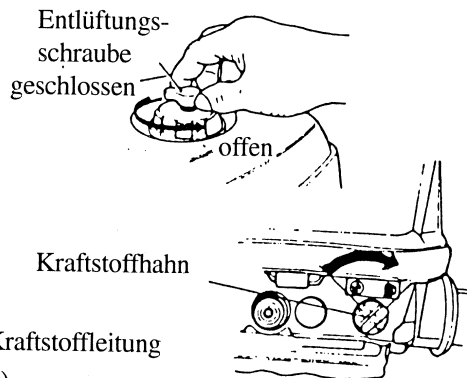

Abb.7:
- 1) M5B (mit Integraltank) : Öffnen Sie die Entlüftungsschraube am Kraftstofftank und dann den Kraftstoffhahn (Abb.7)